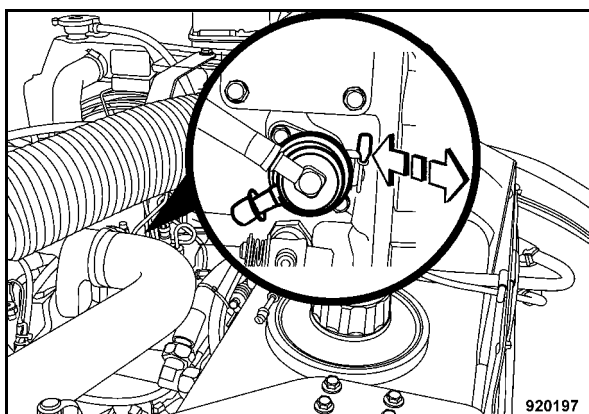

Fig. 124
- Accionar la bomba de combustible (Fig. 124) tanto tiempo hasta combustible limpio sale por el tornillo de purga de aire.